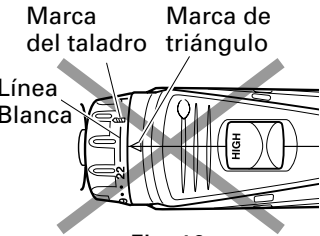

Fig. 16
- No utilice la unidad con el número de la tapa en “22” y la línea blanca en el medido de la marca de taladro. Si lo hiciese podrían producirse daños. (Consulte la Fig. 16)